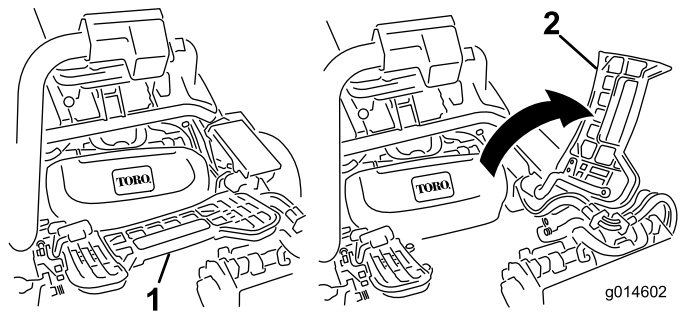

Figura 62
2. Levante el reposapiés y gírelo hacia arriba, para tener acceso a la posición de la unidad de corte central (Figura 62).